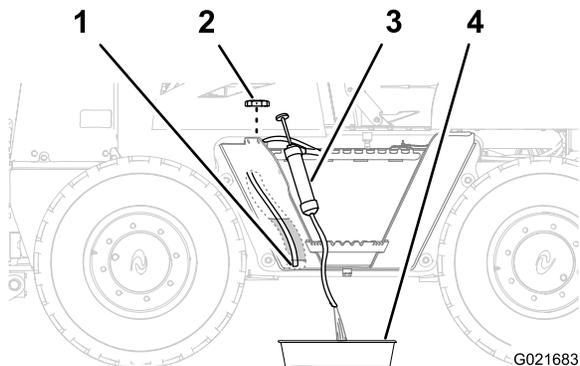

Figura 54
1. Retire a tampa do tanque de combustível (Figura 54).
2. Passe a mangueira de sucção do equipamento de sifonagem pelo tubo de enchimento do tanque de combustível, conduzindo-a até o fundo do tanque (Figura 54).
3. Posicione a mangueira de descarga do equipamento de sifonagem em uma bandeja de drenagem (Figura 54).
6. Instale a tampa de combustível no tubo de enchimento do tanque de combustível (Figura 54).